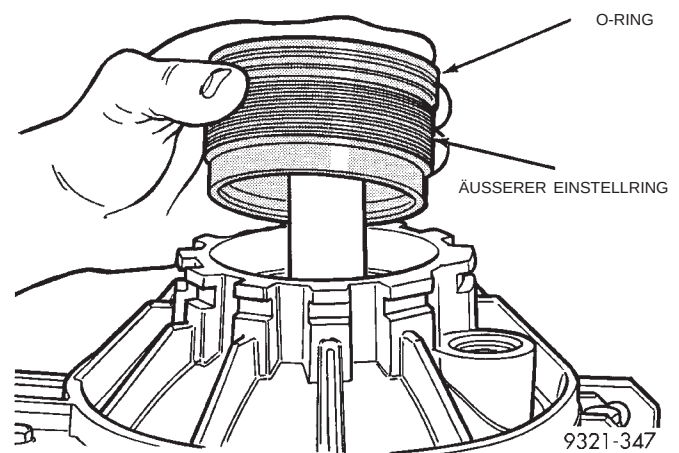

Abb. 319 Äußeren Einstellring eindrehen
(28) Äußeren Einstellring eindrehen und fingerfest anziehen (Abb. 319).